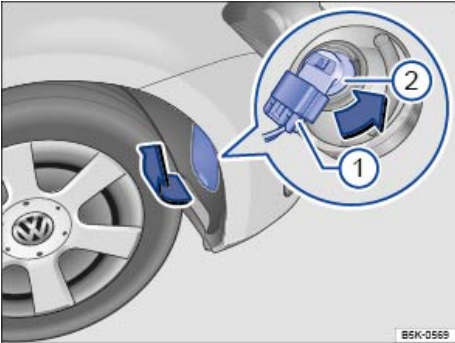

Fig. 287 En el guardabarros delantero derecho: cambio de lámpara en el faro.
3.	Desmonte la tapa del guardabarros con cuidado en el sentido de la flecha, en caso necesario haciendo palanca con la punta plana del destornillador de las herramientas de a bordo ⇒ fig. 287.
4.	Desbloquee el conector ① y desacóplelo.
5.	Gire el portalámparas ② en el sentido contrario al de las agujas del reloj (flecha), hasta el tope, y extráigalo junto con la lámpara hacia atrás.
8.	Acople el conector ① al portalámparas ②. El conector debe encastrar de forma audible.
9.	Coloque la tapa en el guardabarros ⇒ fig. 287.